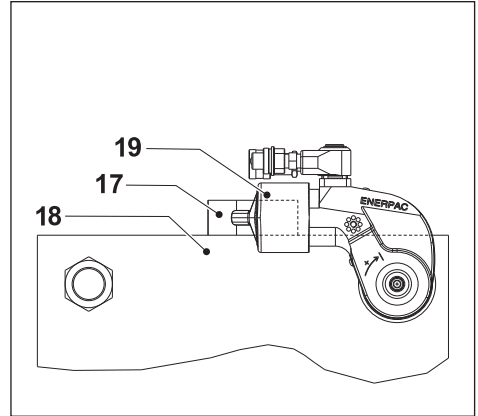

Abb. 10
4.3.2 Einsatz des erweiterten Abstützarms (Abb. 10)
- Positionieren Sie den Fuß (17) des erweiterten Abstützarms (19) der SRS-Serie gegen ein geeignetes Widerlager (18). Das Widerlager wirkt der durch das Werkzeug verursachten Kraft entgegen.